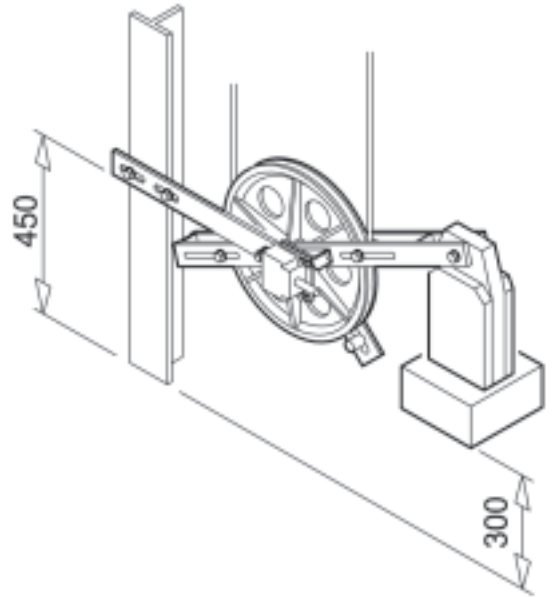

Abb. 3
Bei richtiger Montage sollte das Spanngewicht eine leicht nach oben gewinkelte Lage einnehmen (Abb. 3).
- Die Führungshalterung vom Gegengewicht so montieren, um eine perfekte Fluchtung zwischen Rolle des Geschwindigkeitsbegrenzers und Rolle des Spanngewichts (Abb.3) zu haben.